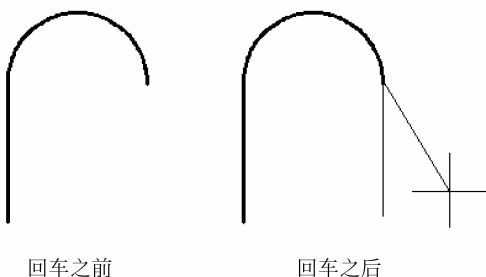

图 3-7 回车前后的变化
(2) 如果最近绘制了一条圆弧,则它的端点将定义为新直线的起点,并且新直线与该圆弧相切,如图 3-7 所示。